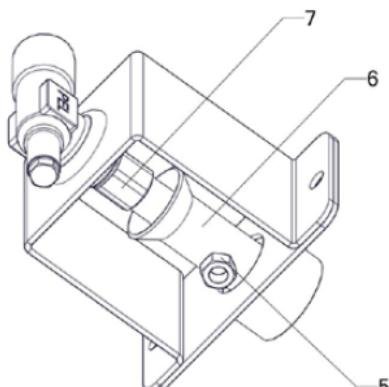

fig. 2
- 6) Selon l'illustration (fig. 2), dévisser le gicleur du brûleur principal et le remplacer par des gicleurs conformes au tableau "DONNÉES TECHNIQUES".